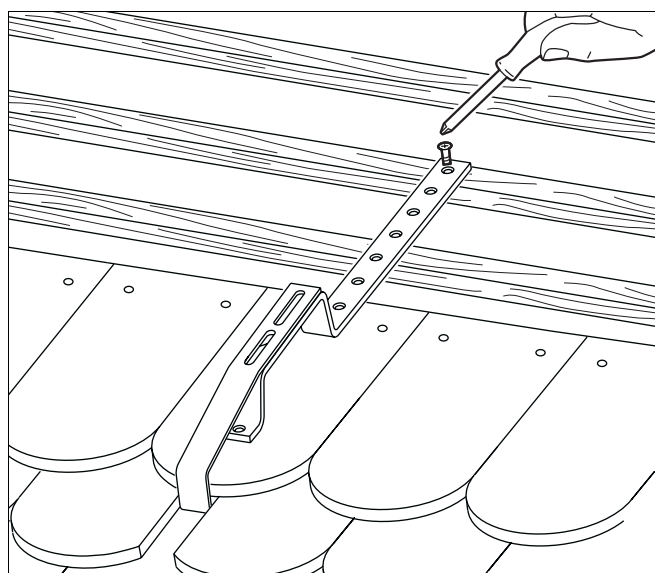

Fig. 28 Montar los ganchos especiales de tejado
- ▶ Monte los ganchos especiales de tejado (fig. 28) con los tornillos adjuntos.